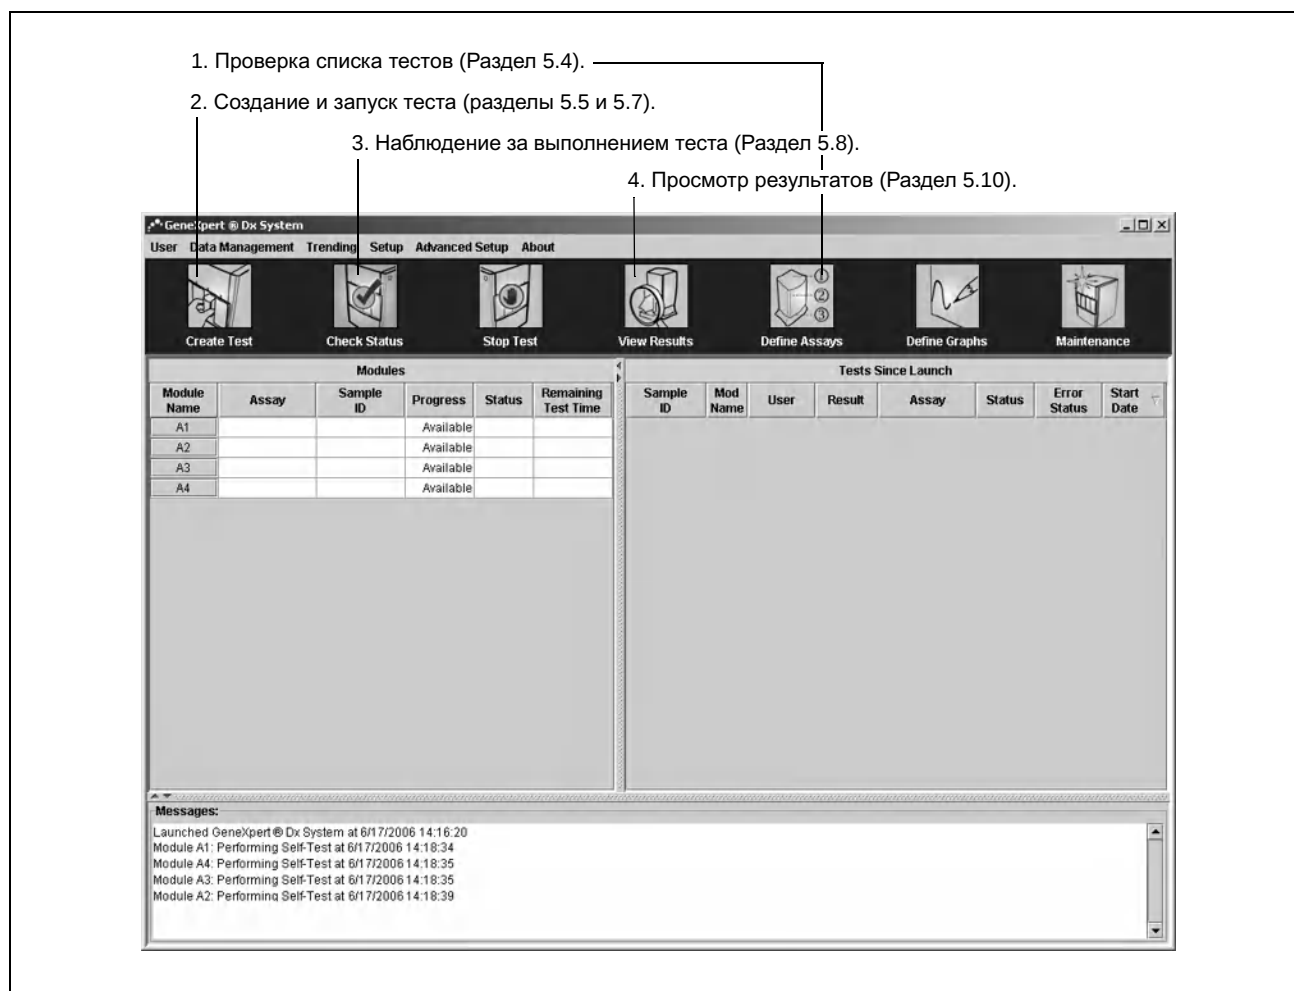

Рис. 5-5. Окно системы GeneXpert Dx и типовые операции, выполняемые программным обеспечением.
5. Зарегистрируйтесь, введя имя пользователя и пароль (Раздел 5.2.3). Появится окно системы GeneXpert Dx (Рис. 5-5). В зависимости от имеющихся у вас прав доступа вид окна системы GeneXpert Dx может немного отличаться от показанного на Рис. 5-5. Описание программного обеспечения приведено в Раздел 5.2.5. На Рис. 5-5 показаны основные операции, выполняемые программным обеспечением.